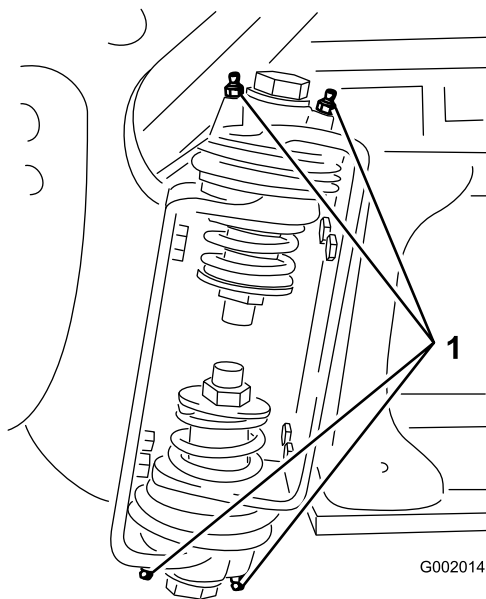

Bild 81
2. Pressen Sie Fett in die Lager oder Büchsen jedes Anschlussstückes Bild 81.